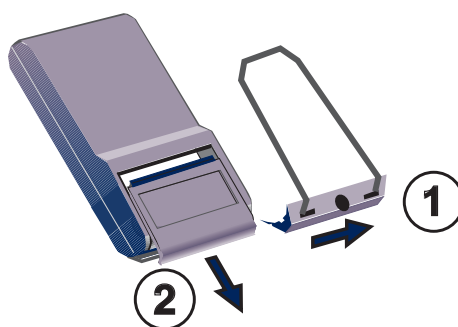
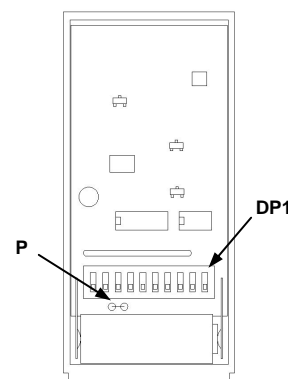

FIG. 2
FIG. 3
I trasmettitori ERTS20DB bicanali e ERTS20DQ quadricanali, trasmettono la codifica CASIT impostabile tramite l'apposito dip-switch (DP1 di fig. 3). Sono alimentati tramite una batteria alcalina da 12 V.
Dopo circa 3 s. dall'inizio della trasmissione, interviene la funzione di salvabatteria evidenziata dal lampeggio del LED, durante la quale il trasmettitore smette di trasmettere. Per escludere tale funzione tagliare il ponticello "P" di fig. 3
4. PROCEDURA PER CAMBIARE LA BATTERIA: Togliere il nomenclatore con la relativa clip (1 di fig. 2). Togliere il coperchio (2 di fig. 2). Cambiare la batteria considerando la polarità evidenziata in fig. 3.
The ERTS20DB double-channel and ERTS20DQ four-channel transmitters transmit the CASIT code, which can be set by means of the appropriate dip-switch (DP1, Fig. 3). They are powered by an alkaline 12V battery.
Within approx. 3 seconds after the start of transmission, the battery saver function is activated as signalled by the LED flashing. Upon this function being activated, the transmitter ceases to transmit. To exclude this function, cut the «P» jumper shown in Figure 3.
4. HOW TO CHANGE THE BATTERY: Remove the pawl and the clip (1, Fig. 2). Take off the cover (2, Fig. 2) and change the battery. When installing the new battery, check for correct polarity as shown in Fig. 3.
Les émetteurs duplex ERTS20DB et quadricanaux ERTS20DQ, transmettent le code CASIT programmable avec commutateur DIP prévu à cet effet (DP1 fig. 3). Ils sont alimentés par une pile alcaline 12 V.
Environ 3 secondes après le début de la transmission intervient la fonction "économiseur de pile" - signalée par le clignotement du voyant - durant laquelle l'émetteur cesse de transmettre. Pour exclure cette fonction, déconnecter le cavalier "P" indiqué à la fig. 3
4. REMPLACEMENT DE LA PILE: Déclipser (1, fig. 2). Enlever le couvercle (2, fig. 2). Remplacer la pile en veillant à respecter la polarité indiquée à la fig. 3.
Die Zweikanalsender ERTS20DB und Vierkanalsender ERTS20DQ übermitteln die über den besonderen Dip-Schalter (DP1 in Abb. 3) einzugebende CASIT-Codierung. Die Stromversorgung erfolgt mit einer alkalischen 12 V Batterie.
Ungefähr 3 s nach Sendebeginn schaltet die Batterieschutzfunktion ein, was durch das Blinken der LED angezeigt wird. Während dieser Zeit unterbricht der Sender die Sendung. Zum Ausschluß dieser Funktion die Brücke "P" von Abb. 3 unterbrechen.
4. BATTERIEWECHSEL: Den Sperrzahn mit dem Clip (1 in Abb. 2) entfernen. Den Deckel (2 in Abb. 2) abheben. Die neue Batterie mit der gleiche Polung wie in Abb. 3 gezeigt einsetzen..
Los transmisores ERTS20DB bicanales y ERTS20DQ cuadr canales, transmiten la codificación CASIT programable mediante el respectivo conmutador (DP1 de la Fig. 3). Se alimentan por medio de una batería alcalina de 12 V.
Después de aproximadamente 3 seg. desde el inicio de la transmisión, interviene la función “economizador de batería” evidenciada por el relampagueo del LED, durante la cual el transmisor cesa de transmitir. Para excluir dicha función, cortar el puente “P” de la Fig. 3.
4. PROCEDIMIENTO PARA EL CAMBIO DE BATERÍA: Remover el pestillo con su respectivo clip (1 de la Fig. 2). Remover la tapa (2 de la Fig. 2). Cambiar la batería considerando la polaridad evidenciada en la Fig. 3.